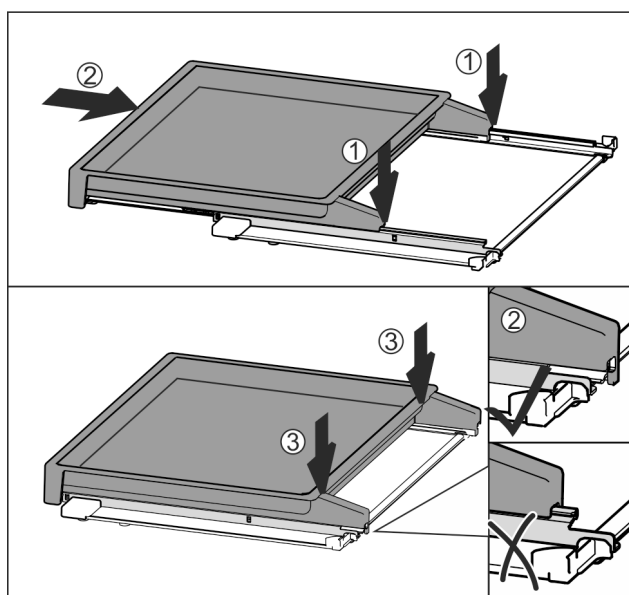

Fig. 113
- ▶ Colóquelo centrado sobre los rieles *Fig. 113 (1)*.
- ▶ Introduzca por completo el estante extraíble *Fig. 113 (2)*.
- ▶ Presione en el lado trasero hasta que encaje de forma perceptible Fig. 113 (3).